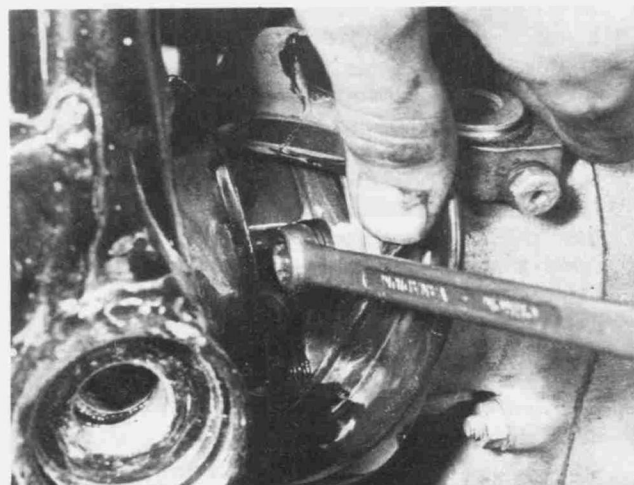

Bild 166
- Gummibalg-Spannschellen über Kreuzgelenk lockern, Gummibalg zurückdrücken und die vier Zwölfkantschrauben mit Ringschlüssel herausdrehen. Durch Betätigen der Fußbremse ist ein Mitdrehen der Gelenkwelle zu verhindern (wenn der Hinterradantrieb nicht ausgebaut worden ist). Sonst obersten Gang einlegen (Bild 166).